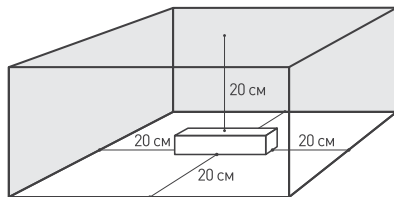

Рис. 1.
- 4.3. Для естественной вентиляции обеспечьте свободное пространство вокруг источника питания не менее 20 см, как изображено на рис. 1. При невозможности обеспечить свободное пространство используйте принудительную вентиляцию. В случае установки в ограниченном пространстве (например, лайтбокс или профиль) предусмотрите обеспечение требуемого температурного режима источника питания. Не допускайте работу блока питания с температурой корпуса, равной  $T_c$ , т. к. это снижает гарантийный срок в 2 раза.